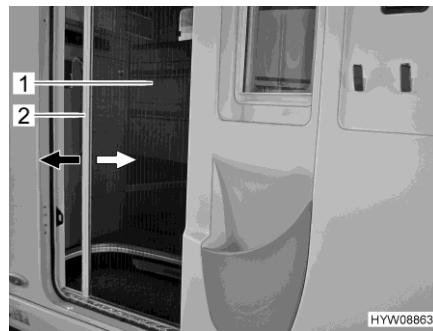

Bild 37 Insektsskydd (ingångsdörr)
- Ta tag i listen (Bild 37,2) med båda händerna och dra insektsskyddet (Bild 37,1) jämnt ur dörrfästet.
- Ta tag i listen (Bild 37,2) med båda händerna och skjut insektsskyddet (Bild 37,1) med lätt tryck i dörrfästet.